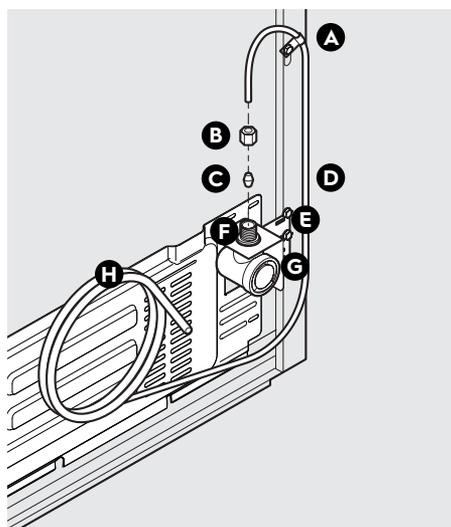

Figure 1
4. Si vous utilisez un **tuyau en cuivre** : faire glisser l'écrou de compression en laiton, puis placer la bague (raccord) sur la conduite d'alimentation en eau. Poussez le tuyau d'alimentation en eau dans l'entrée de la vanne d'alimentation en eau aussi loin que possible (6,4 mm/1/4 po). Faites glisser la bague (raccord) dans l'entrée de la vanne et serrez à la main l'écrou de compression sur la vanne. Serrez un autre demi-tour avec une clé. **Ne pas** trop serrer. Consultez la figure 1.
D	Conduite d'eau - Cuivre (Fig. 1) Acier inoxydable flexible tressé (Fig. 2)